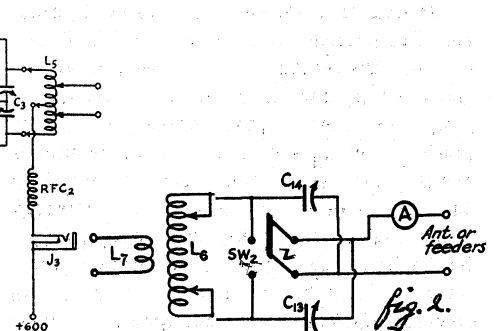

Fig. 2.
- Fig. 2. 3½ inch, doorsnede 2".
Antenne-afstemming (zie fig. 2).